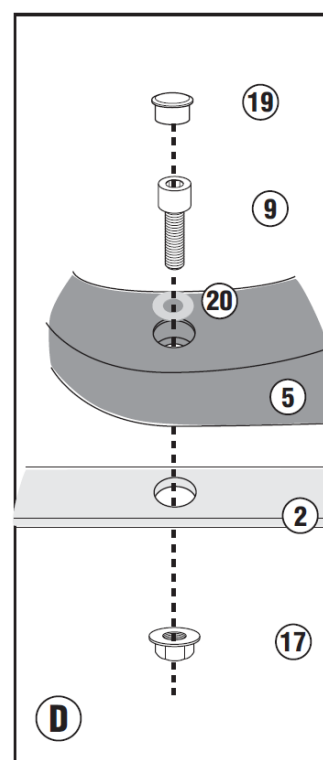

図 4
6. ⑨六角穴付きボルト（4 ヶ）と⑰フランジ付きナイロンロックナット（4 ヶ）を使用して、手順 5 で組み付けた②サポート（左右）に⑤M7 モノキーベースを仮組みします。（図 4 参照）
9. 問題なければ、⑤M7 モノキーベースに⑩化粧キャップ（6 ケ）を組み付け、作業は完了です。（前ページの図 4 参照）